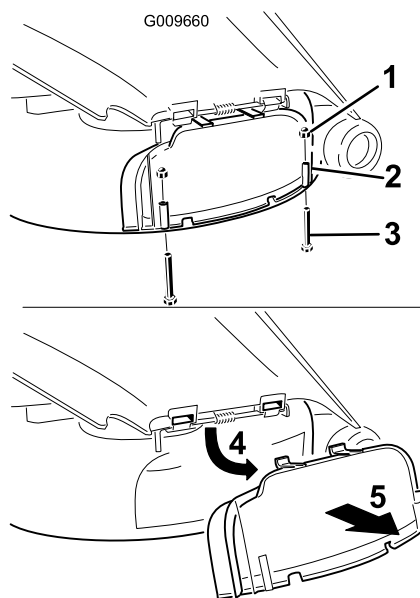

Figure 29
- Enlevez les 2 boulons et écrous qui fixent l'obturateur d'éjection au plateau de coupe (Figure 29).